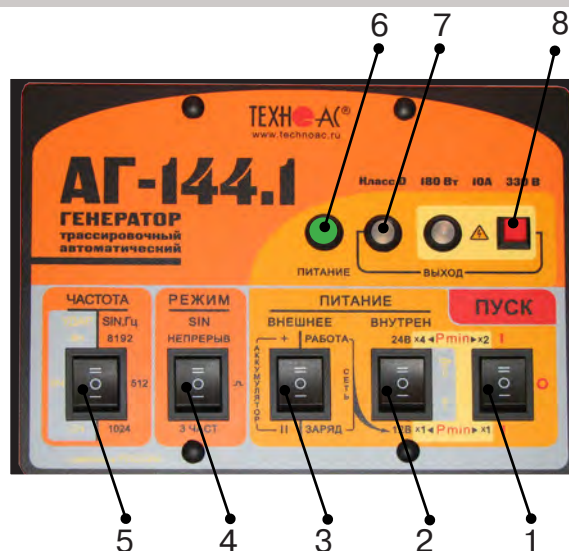

рис. 4.3
Включить питание клавишей включения питания поз.1 **рис.4.3** в одно из положений «I», в зависимости от выбираемой мощности. При свечении индикатора «Питание» поз.6 желтым цветом следует зарядить внутренние аккумуляторы, свечение зеленым цветом - можно приступать к работе.
1) Открыть крышку. Выбрать переключателем «ЧАСТОТА» поз. 5 **рис.4.3** необходимую частоту синусоидальной генерации (512 / 1024 / 8192Гц).
2) Выбрать переключателем «РЕЖИМ SIN» поз. 4 **рис.4.3** необходимый вид синусоидальной генерации (непрерыв//3част).
Переключатель поз.3 **рис.4.3** установить в положение «работа».
Переключателем напряжения внутреннего питания поз.2. **рис.4.3** установить первый коэффициент выбора мощности генерации.
4) Включить питание клавишей включения питания поз.1 **рис.4.3** в положение соответствующее второму коэффициенту выбора мощности
5) Начнется генерация и автосогласование с постепенным возрастанием напряжения на выходе. Здесь следует наблюдать за цветом индикатора «ВЫХОД» поз.7 **рис.4.3**. Если автосогласование закончилось зеленым свечением – заданная мощность достигнута. Если желтым – сопротивление нагрузки слишком велико для заданной мощности при выходном напряжении ограниченном «по умолчанию» на «безопасном» уровне 24 В.
Для запуска «неограниченного» режима следует включить питание (переключателем «ПУСК») при нажатой красной кнопке «⚡» поз.8 **рис.4.3** и удерживать ее до засвечивания красного индикатора «⚡». Мигание этого индикатора обозначает потенциальную «опасность». Непрерывное свечение обозначает реальное наличие на выходе напряжения $\geq 24\text{В}$.
1) Выключить питание генератора клавишей включения питания поз.1 **рис.4.3**, установив ее в положение «0».